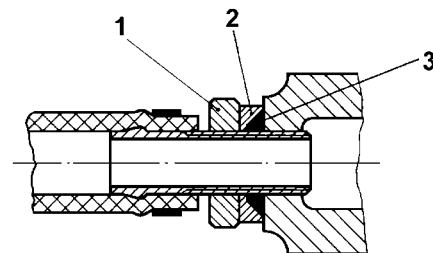

Abb. 3
- Empfehlung für Saugstutzen am Zylinderkopf: gerades oder gebogenes Rohrstück (Mindestbiegeradius 40 mm) mit Gewinde M26x1,5, lichte Weite 20 ÷ 22 mm, siehe Abb. 3. Andere Ausführungen können die Förderleistung des Kompressors beeinträchtigen.